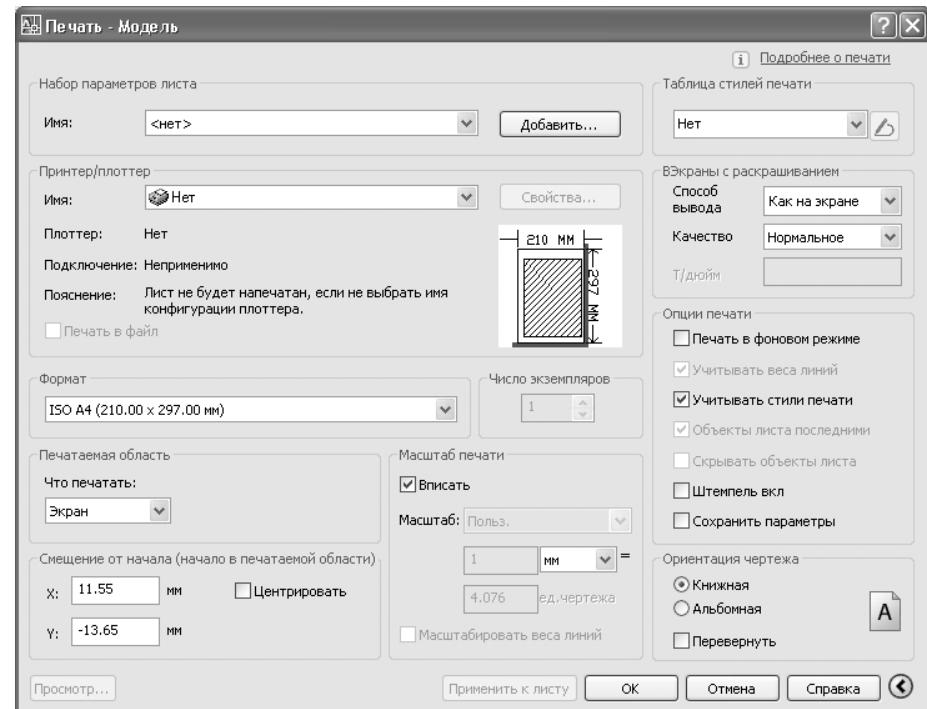

Рис. 14.3 ▶ Диалоговое окно Печать (Plot) с дополнительными параметрами
4. В правой части диалогового окна **Печать** (Plot) появятся дополнительные параметры печати, многие из которых вам также уже знакомы по предыдущей главе (рис. 14.3). По умолчанию в строке **Имя** (Name) раздела **Принтер/плоттер** (Printer/plotter) находится элемент **Нет** (None),